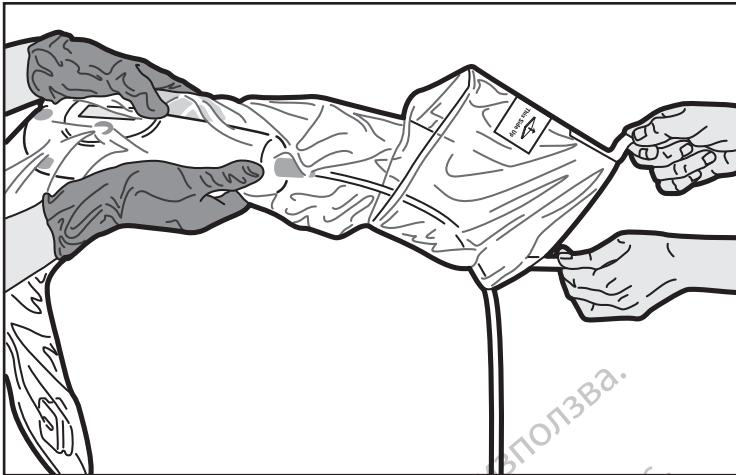

Figura 5. Desdoblamiento de la bolsa
6. A continuación, el operador esteril sostiene la unidad motora MDU5 PLUS cubierta. El operador no estéril agarra y tira de las lengüetas hasta que la bolsa se desdobra completamente (figura 5).